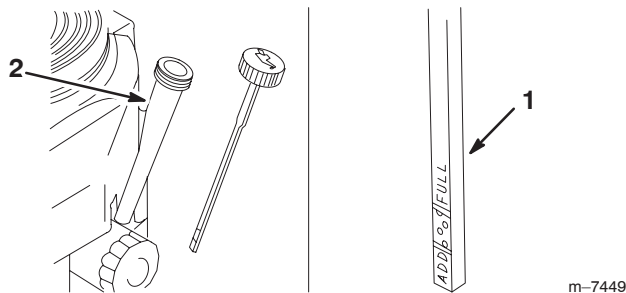

Figure 31
4. Nettoyez la surface autour de la jauge d'huile (Fig. 31) pour éviter que des impuretés ne s'introduisent dans le goulot de remplissage, ce qui risquerait d'endommager le moteur.
5. Dévissez la jauge d'huile et essuyez soigneusement l'extrémité (Fig. 31).
6. Remettez la jauge au fond du tube de remplissage, mais **ne la vissez pas** (Fig. 31).
10. Versez lentement environ 80% de la quantité d'huile spécifiée (voir Fréquence d'entretien et spécifications, page 31) dans le goulot de remplissage (Fig. 31).